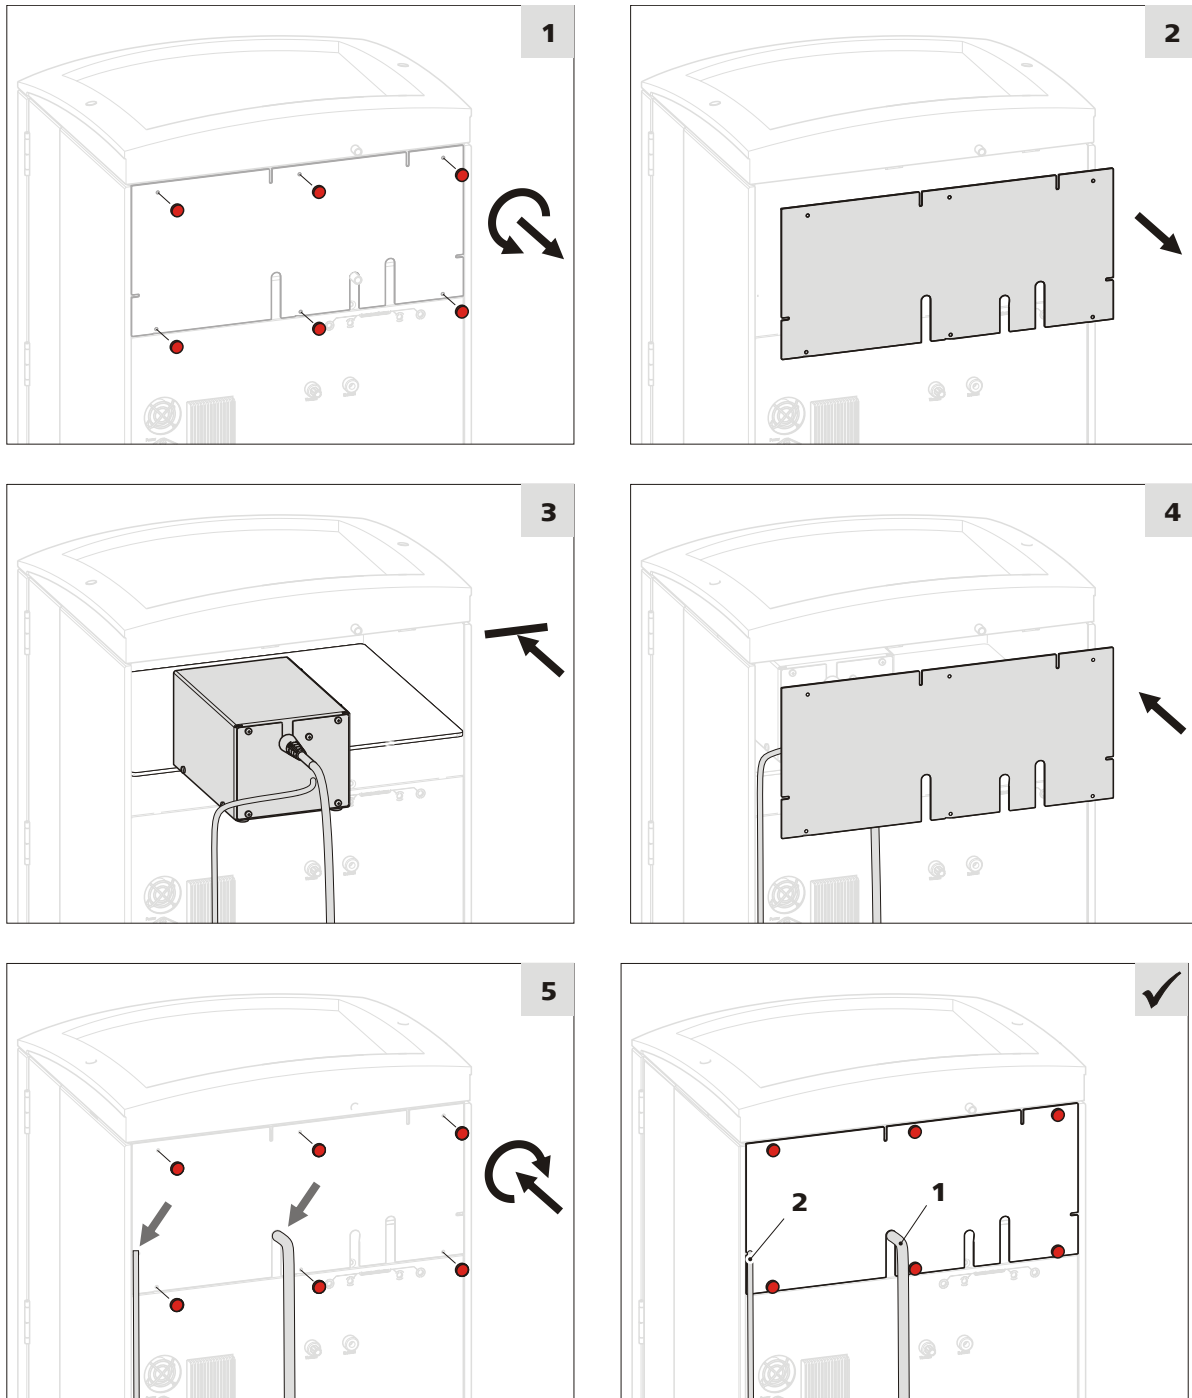

Abbildung 3 Detektor einsetzen
*Abbildung 3* zeigt, wie der Detektor in 6 einfachen Schritten in ein 850 Professional IC Gerät eingesetzt wird. Das Einsetzen des Detektors in ein 881 Compact IC pro oder 882 Compact IC plus Gerät erfolgt analog.